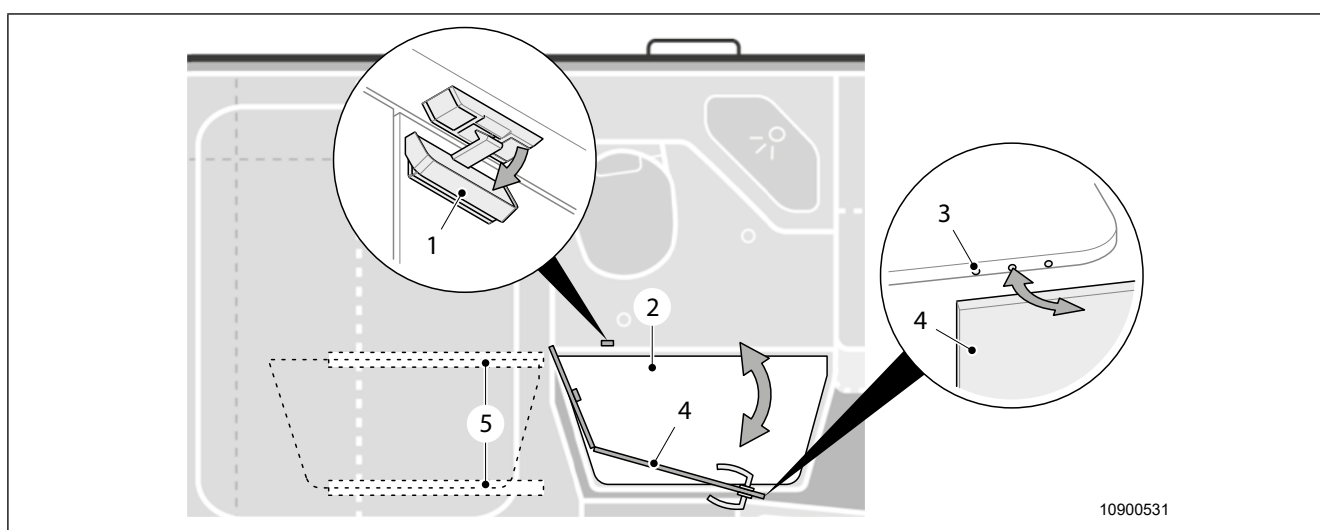

Fig. 28 Variobad
1. Aprire il dispositivo di bloccaggio (Fig. 28, pos. 1).
2. Aprire la porta (Fig. 28, pos. 4) e fissarla all'interruttore magnetico (Fig. 28, pos. 3).
1. Chiudere la porta (Fig. 28, pos. 4) e bloccarla (Fig. 28, pos. 1).
1. Rimuovere il pavimento (Fig. 28, pos. 2) e spingerlo nel supporto sotto il letto posteriore (Fig. 28, pos. 5).
3. Rimuovere il pavimento (Fig. 28, pos. 2) dal supporto (Fig. 28, pos. 5) e posizionarlo sul piatto doccia.